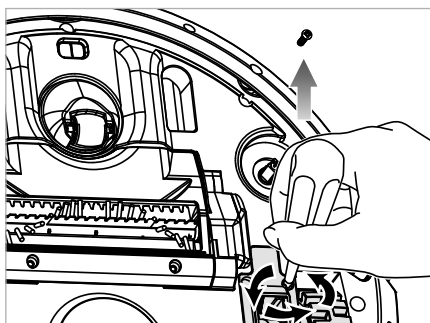

Fig. 19
- 1) Retire los dos tornillos de la cubierta de la rueda 19/35 con un destornillador de estrella (no se incluye en el volumen de suministro) (consulte la fig. 19).